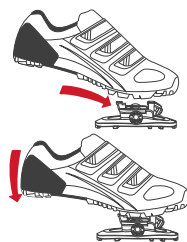

Abbildung 4. Zum Einrasten nach unten und nach vorne drücken
- Setze zum Einstieg in die Pedale die Vorderseite der Platte in die Vorderseite des Pedals ein (Abbildung 4) und drücke den Fußballen hinunter. Du solltest nun ein deutliches Klickgeräusch hören, das dir verrät, dass die Pedalplatte im Pedal eingerastet ist.